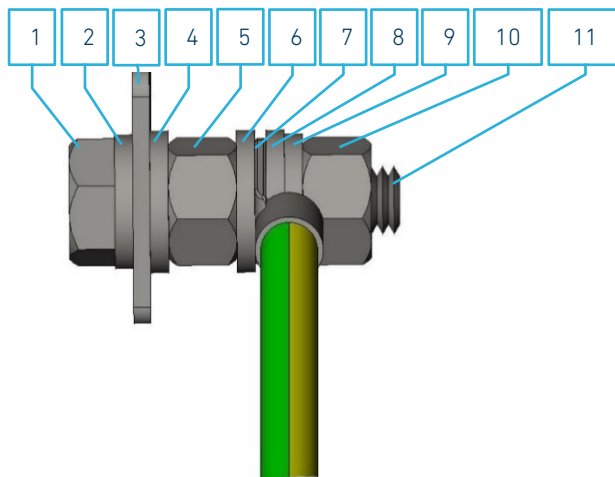

Abbildung 2.21: Anordnung der Muttern und Scheiben am Schutzleiteranschluss der Sicherheitsabdeckung
7. Gehäuse an der Schraube am linken Seitenteil der Sicherheitsabdeckung mit der Schutz Erde des Gesamtsystems verbinden. Dazu eine Schutzleiter-Anschlussleitung von mindestens 4 mm² verwenden. Anordnung der Scheiben und Muttern s. Abbildung 2.21.